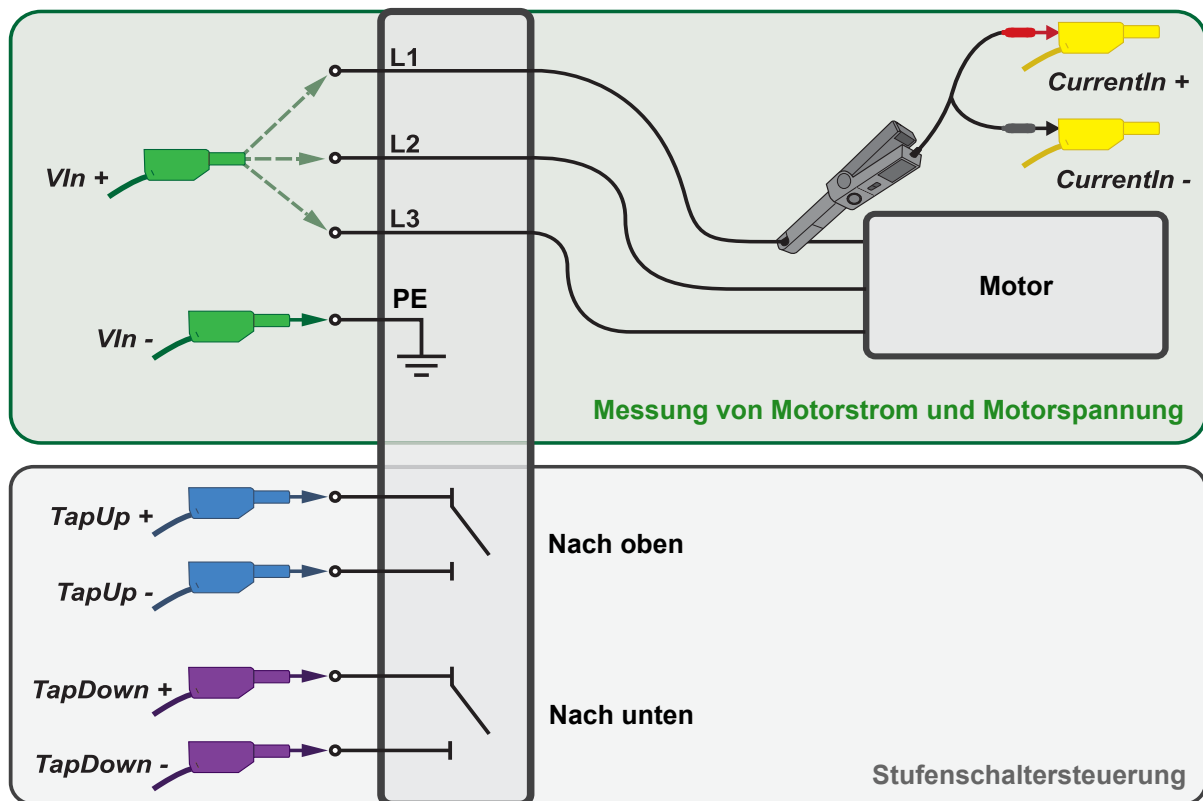

Abbildung 4-2: Anschlussschema für den Anschluss des Stufenschalterkabels an den Stufenschalter
- III. Schließen Sie die Leitungen für den Stufenschalter an die entsprechenden Anschlüsse im Steuerschrank des Transformators an (siehe nachstehende Abbildung 4-2).